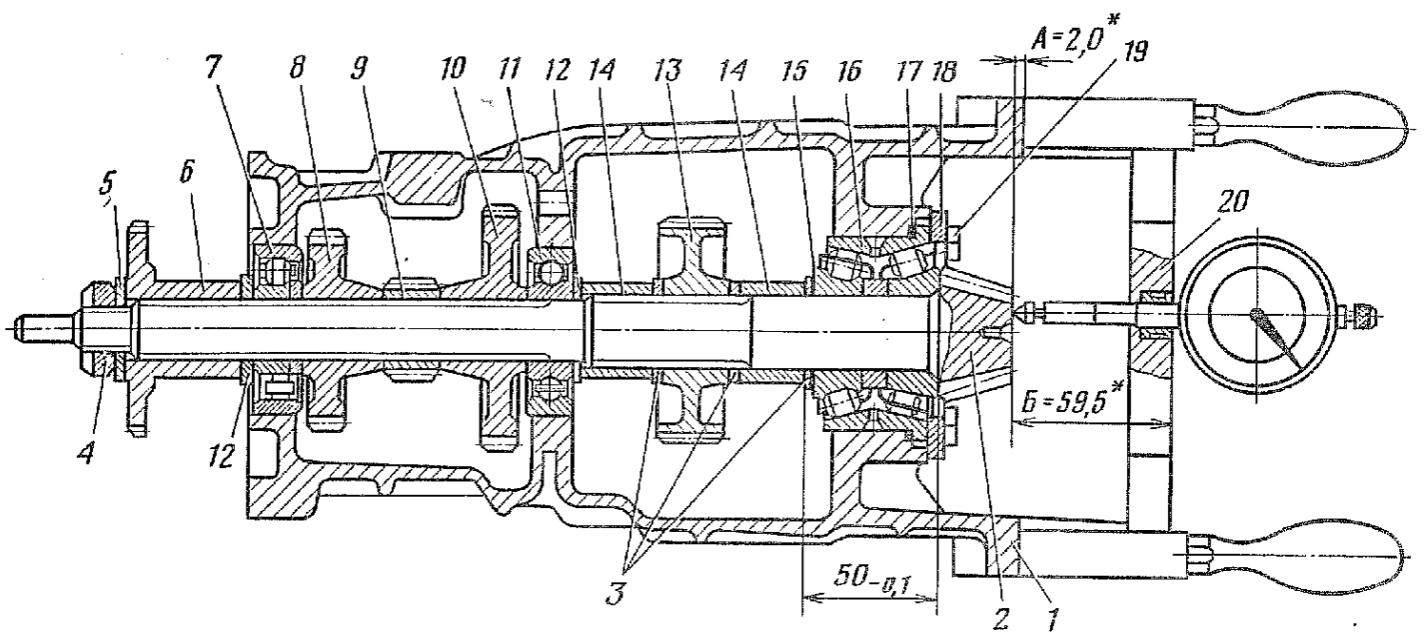
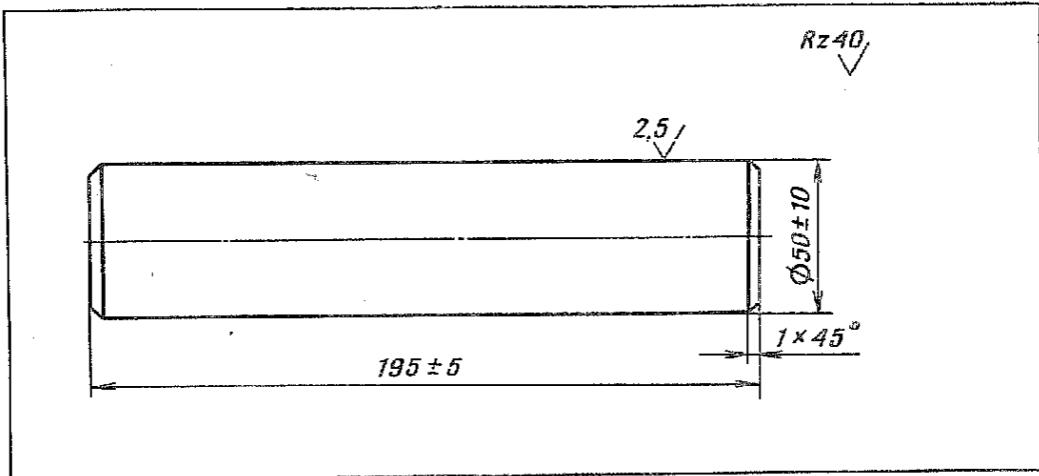

Рис. 148. Установка ведущей шестерни главной передачи:
Рис. 150. Оправка для определения регулировочных прокладок под подшипник ведущей шестерни главной передачи
3.13. Подобрать набор прокладок 15 (рис. 148) такой толщины, чтобы высота комплекта, состоящего из внутренних и проставочного колец подшипника 16, упорной шайбы 3 и прокладок 15, была (50—0,1) мм (штангенциркуль ШЦ-II-160-0,05).
3.14.6. Установить контрольное приспособление 20 (рис. 148) с индикатором на картер коробки передач и по показанию индикатора и контрольному размеру  $B$  (см. переход 3.14.4) вычислить поправку, на которую необходимо изменить толщину набора прокладок 17 (контрольное приспособление для подбора толщины регулировочных прокладок, набор щупов № 2, оправка, рис. 150).
Примечание. При отсутствии контрольного приспособления допускается поправку на толщину набора прокладок 17 вычислять по размеру  $A$ , определяя по его фактическому значению размер  $B$ :  $B=A+57,5$  мм. Размер  $A$  определяется по зазору между торцом шестерни главной передачи и оправкой (рис. 150), установленной в гнезда под корпуса подшипников дифференциала.
3.14.8. Вывернуть болты 19 (рис. 148) и снять крышку 18. Отвернуть гайку 4 и вынуть из картера ведущую шестерню главной передачи, сохранив в комплекте набор прокладок 15, подобранный в переходе 3.13 (ключ 30, головка 14, вороток).
3.19. Установить проставочное и второе внутреннее кольца подшипника 16 (рис. 148) с подобранными регулировочными прокладками 15 в наружное кольцо подшипника.